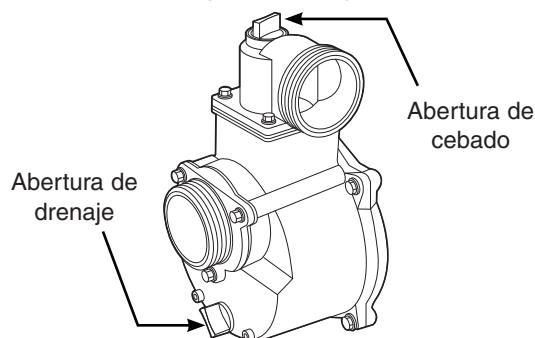

Figura 3
1. Añada agua por la abertura de cebado de la bomba (Figura 3). Continúe agregando agua hasta que el nivel del agua llegue aproximadamente a 3 pulgadas de la parte superior. Instale el tapón de cebado de la bomba. El agua en la bomba creará la succión que ceba la bomba.